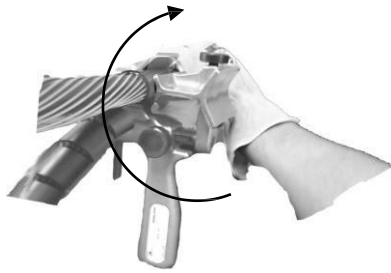

Fig. 10
Paso 4. Se puede lograr un corte cuadrado en la chaqueta o aislamiento deteniendo el movimiento hacia adelante de la herramienta con una mano guantada (Fig. 10) o con una abrazadera Ripley Utility Tool QC-1 (Fig. 11). Si se requiere una longitud de remoción exacta, coloque la abrazadera QC-2 2" (50,8 mm) más abajo del cable que la longitud deseada cuando utilice la cuchilla de remoción en extremo CB 50K y 2 3/8" cuando utilice la cuchilla de remoción en segmentos intermedios CB 236.